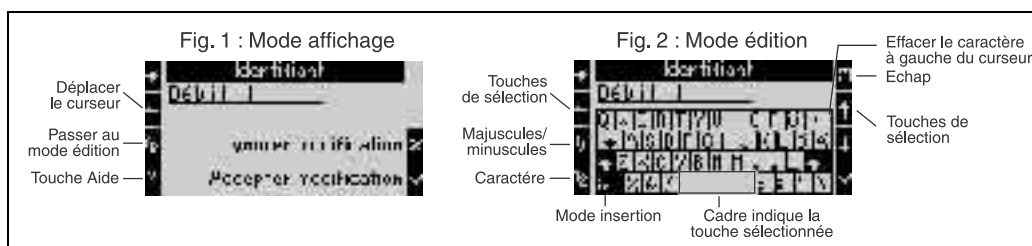

Fig. 19: Exemple : édition d'une désignation à l'aide du clavier Palm
1. A l'aide de la flèche droite, placer le curseur devant le caractère devant lequel doit être inséré un caractère. Si le texte complet doit être effacé et réécrit, placer le curseur à l'extrême droite. (voir fig. 19, fig. 1)
3. Avec IJ/ij et la touche ½ sélectionner le pavé avec majuscules/minuscules ou sélectionner des chiffres. (voir fig. 19, fig. 2)
4. A l'aide des touches flèches, sélectionner la touche souhaitée et valider avec la touche munie d'une coche. Pour effacer du texte, sélectionner la touche en haut à l'extrême droite. (voir fig. 19, fig. 2)
6. Activer la touche Esc pour passer du mode d'édition au mode d'affichage et valider les modifications avec la touche munie d'une coche. (voir fig. 19, fig. 1)
- Dans le mode d'édition (voir fig. 19, fig. 2) il est impossible de déplacer le curseur ! Passer avec la touche Esc dans la fenêtre précédente (voir fig. 19, fig. 1) pour placer le curseur sur le caractère à modifier. Puis activer à nouveau le pavé AB.